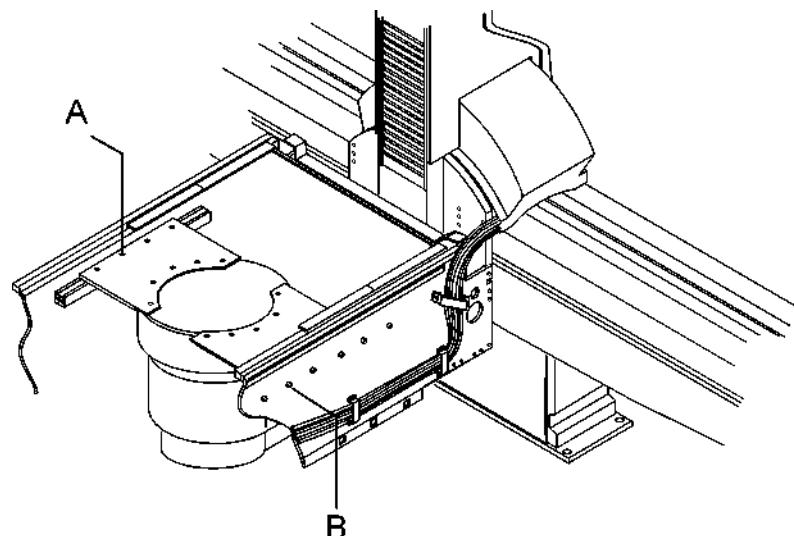

Рис. 3-14.
4. Проверьте поперечное и продольное выравнивание между ЭСУ и ЭОП. Если необходимо выровнять две части, ослабьте винты «A» (Рис. 3-14) на обеих сторонах, чтобы обеспечить боковое движение ЭОП относительно ЭСУ, или болты «B» (Рис.3-14) для продольных движений. Как только вы достигли желаемого положения, затяните винты.